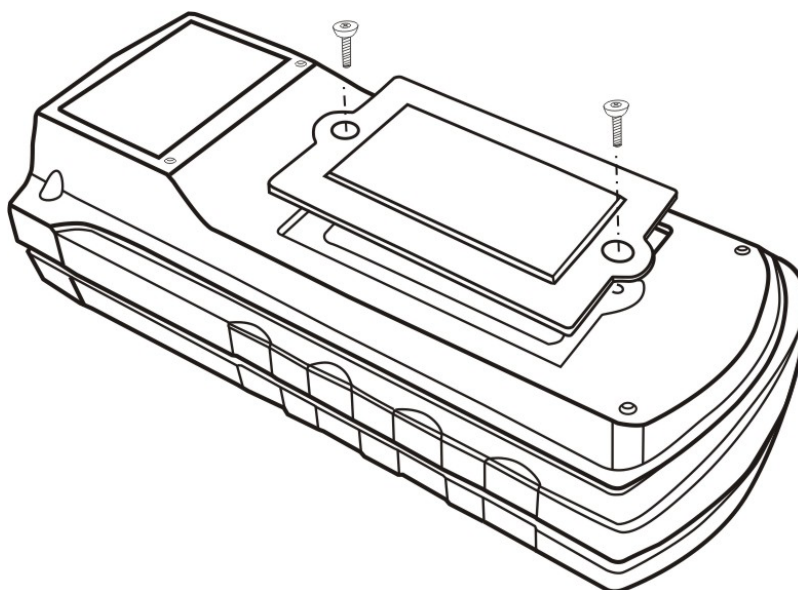

Figura 8.- Sustitución de la pila.
- 1 Extraiga los tornillos y retire la tapa inferior como se muestra en la figura 8.